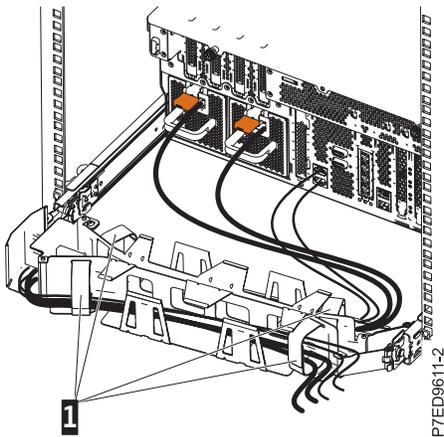

Abbildung 17. Netzkabel anschließen und verlegen
- Verlegen Sie die Netzkabel und anderen Kabel (für die Tastatur, den Monitor und die Maus, falls erforderlich) am Kabelträger (1) (siehe Abb. 17). Schließen Sie alle Kabel außer dem Netzkabel an der Rückseite des Servers an. Sichern Sie alle Kabel mit Kabelbindern oder Klettverschlüssen.